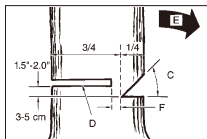

Fig. 11B
AVERTISMENT: Nu mergeți niciodată prin fața unui copac tăiat „în pană”. Efectuați tăietura finală (D) din partea opusă a trunchiului și la 1,5-2,0 toli (3-5 cm) deasupra muchiei penei (C) (Fig. 11B).